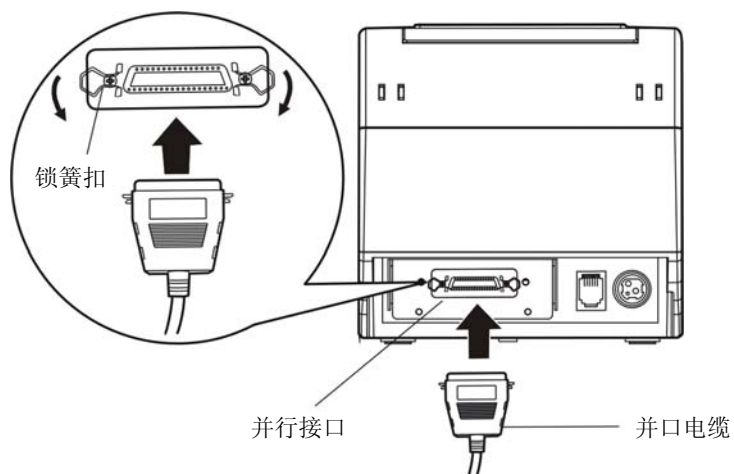

图 2-2 连接并口电缆
1. 关闭计算机和打印机电源，将并口电缆插头连接到打印机的并行接口，扣上连接器两侧的锁簧扣，使插头固定（如图 2-2 所示）。